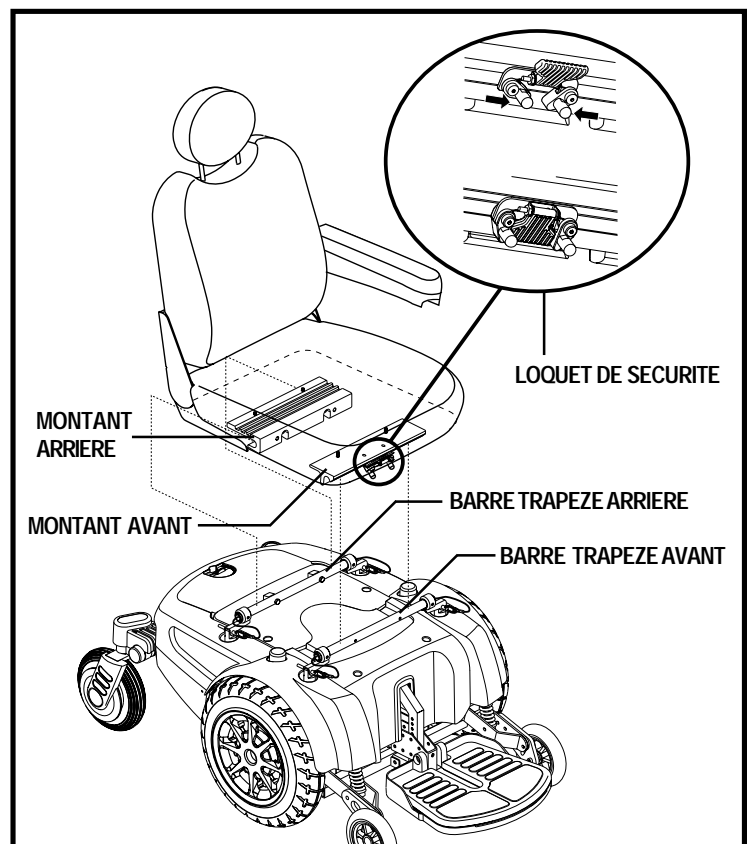

Figure 10. Installation du siège
Il se peut qu'il soit nécessaire de faire l'installation du siège avant de faire la mise en service ou après l'avoir transporté. Le système de montage universel (UMS) est composé de pièces compatibles au siège à dossier moyen ou à dossier haut sans égard à la largeur ou à la profondeur du siège. Les composantes principales sont deux montants en aluminium montés sur la base. Elles se fixent à une paire de barres trapèze qui sont montées sur les quatre poteaux métalliques de la base motorisée. Voir la figure 10. Si votre appareil est équipé d'un siège Synergy ou du système TRU-Balance, référez-vous aux instructions d'installation dans le manuel accompagnant le produit.
4. Faites basculer le loquet du siège vers le bas pour verrouiller le siège. Voir la figure 10.